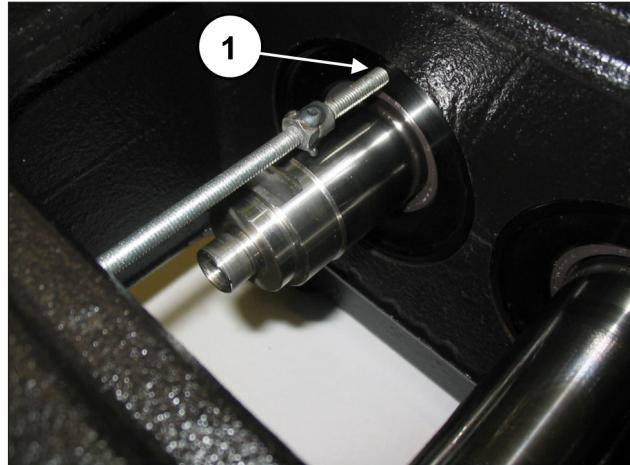
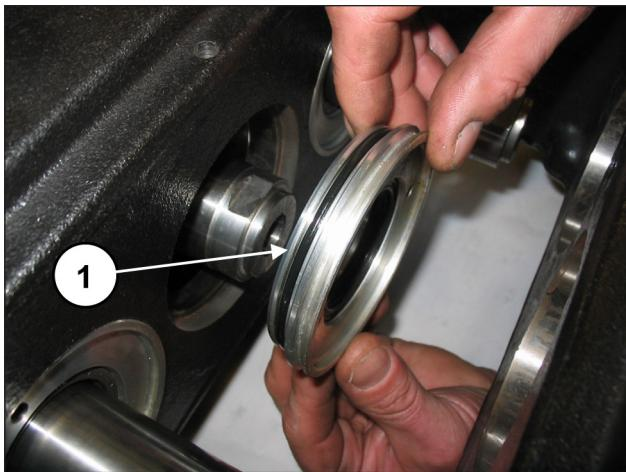

Fig. 3
Fig. 4
Aperte uma haste rosqueada ou um parafuso M6 com função de extrator nos furos adequados na cobertura da vedação do óleo (pos. ①, Fig. 3) e extraia as coberturas do grupo da bomba (pos. ①, Fig. 4).